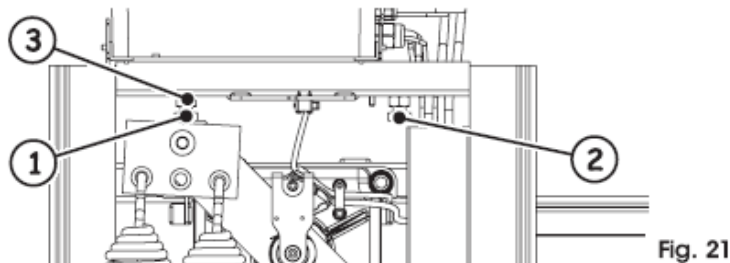

Fig. 21
Dans la partie supérieure du montant se trouvent deux arrêts mécaniques, Fig. 21 réf. 1 et 2.
- Desserrer les écrous de blocage, fig. 21 réf. 3.